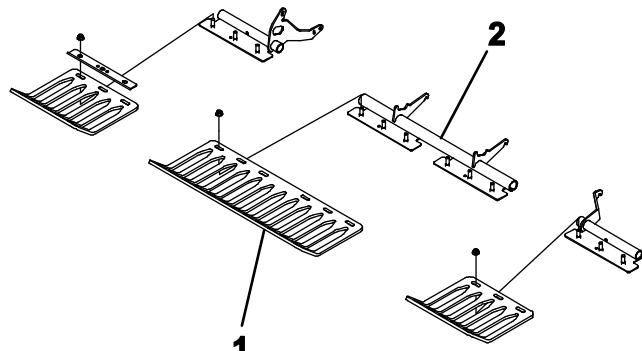

Figure 23
3. Montez les protège-gazon sur leurs supports au moyen de 4 fixations et 12 écrous à embase (Figure 23). Ne serrez pas les fixations.
**Remarque:** Les fixations et les écrous à embase des protège-gazon sont fixés aux supports de protège-gazon pour l'expédition (Figure 23).